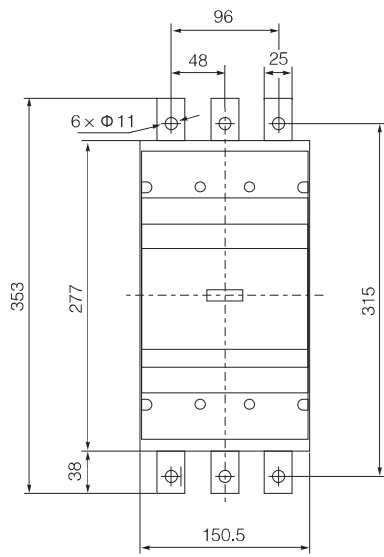

图14
• CFM3sE-400插入式板前安装尺寸见图14、15、16